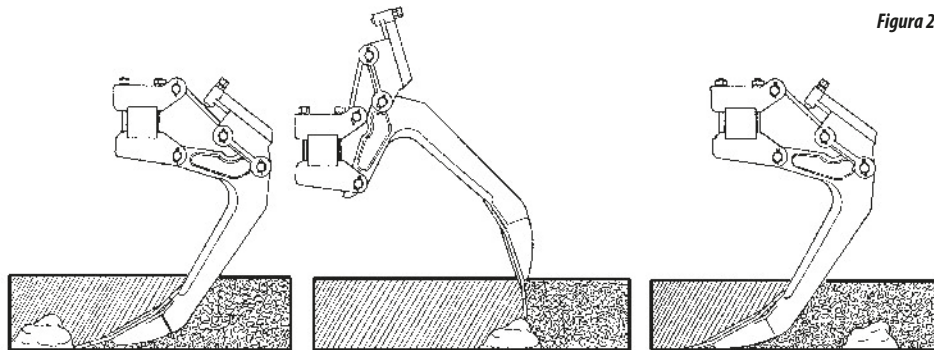

Figura 20
- 17 - As hastes são dotadas de um exclusivo sistema de desarme automático, ao encontrarem obstáculos, retornam a posição normal de trabalho simplesmente levantando o implemento conforme figura 20.